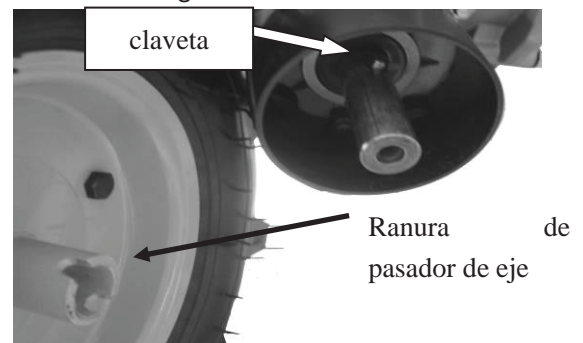

Figura 5
4. Monte las ruedas neumáticas en el eje y compruebe que entra en la claveta. Ver figura 5.